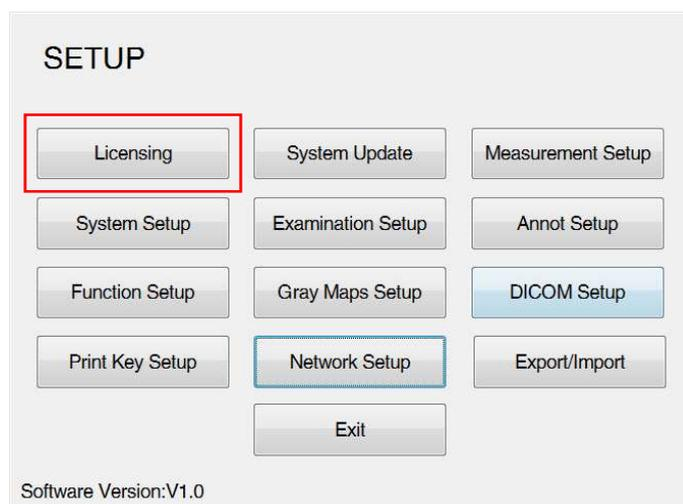

Fig. E-4 Tela principal do SETUP
- 1) **Pressione Setup** no painel de controle para abrir a tela principal **do SETUP**, como mostrado na Fig. E-4.